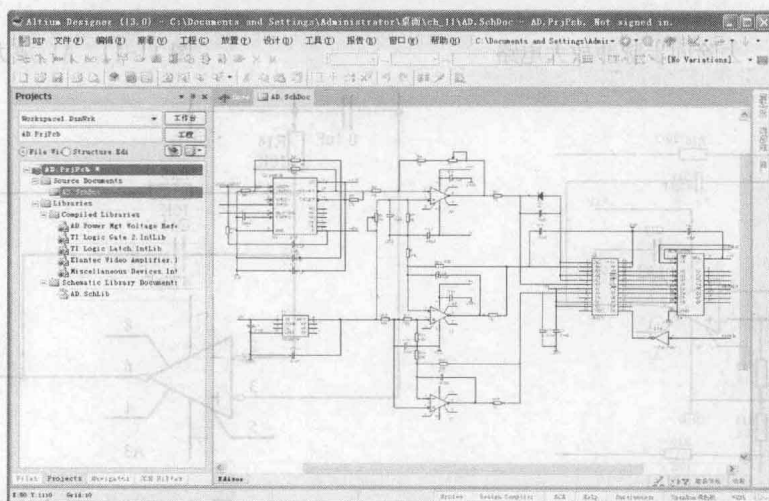

图 11-16 连接好的 A/D 原理图
⑥把各部分电路组合起来，得到完整的 A/D 转换电路，如图 11-16 所示。设置完后单击保存按钮，保存连接好的原理图文件。